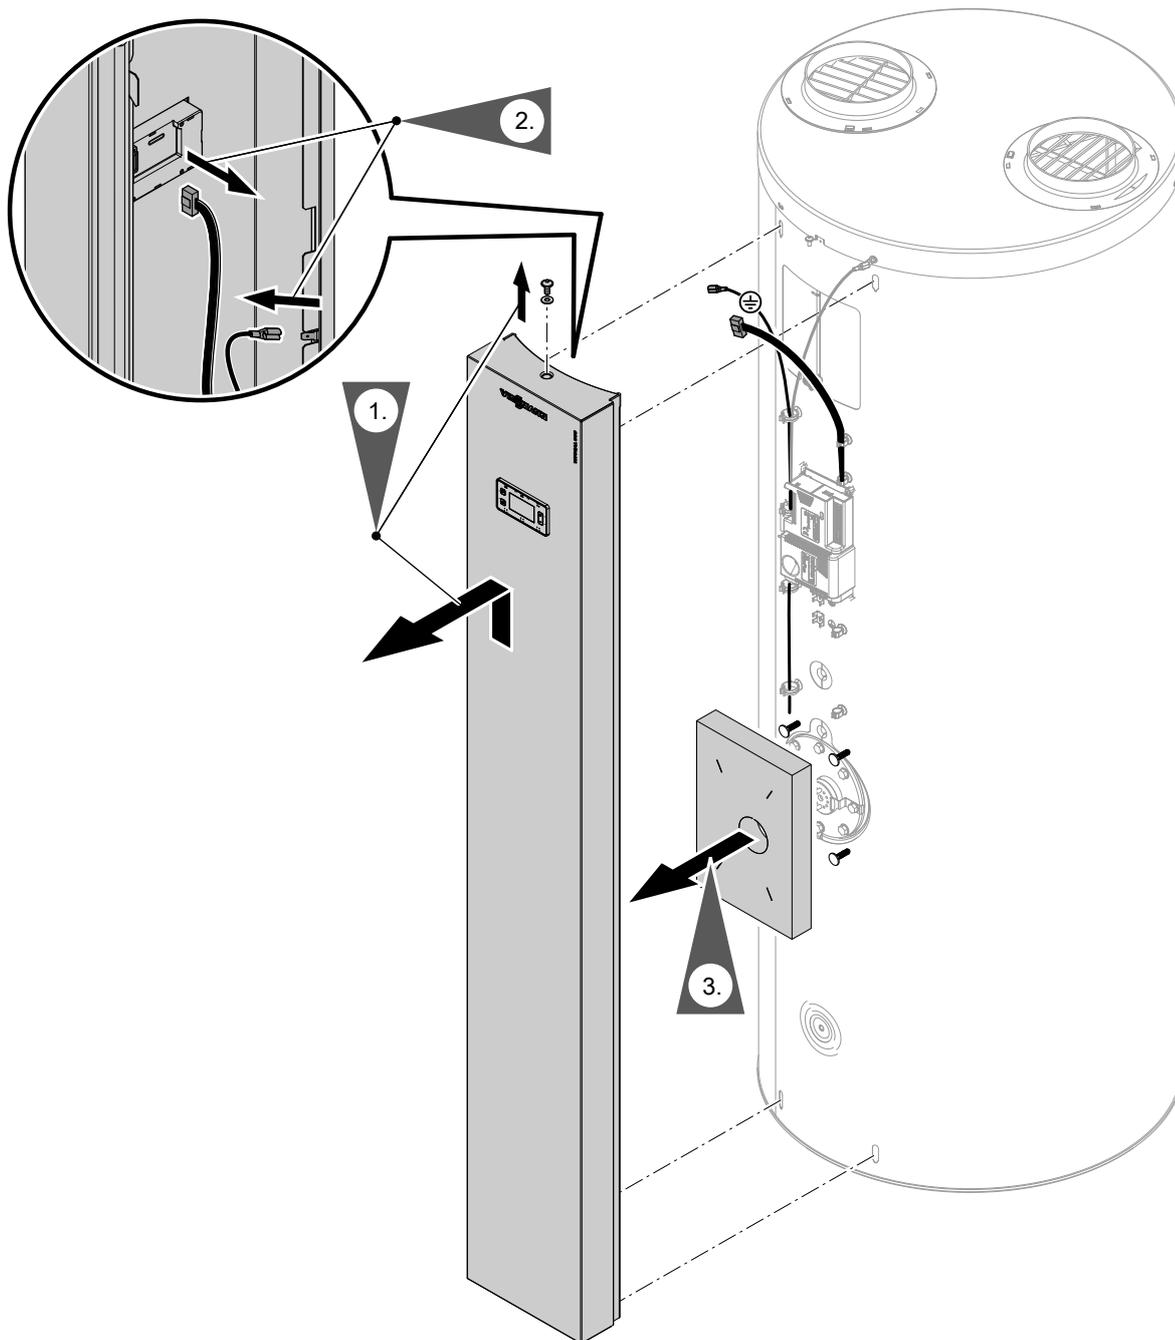

Abb. 27
3. Frontblende abbauen. Siehe Abb. 27.
2. Frontblende abbauen. Siehe Abb. 27, Seite 43.